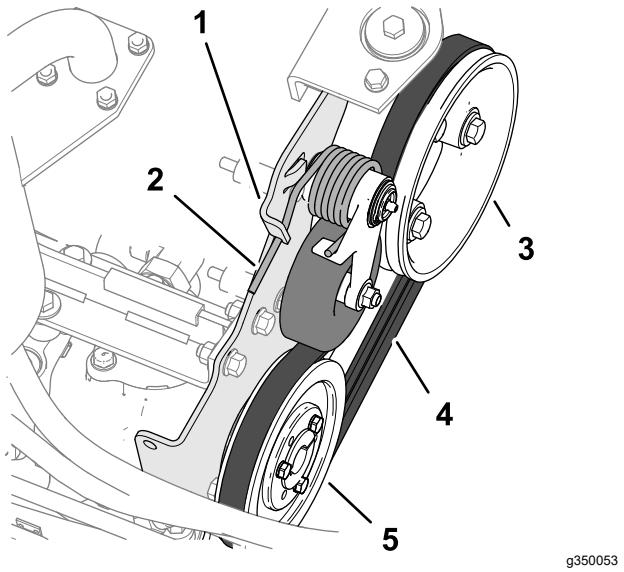

Figura 88
- Presione hacia abajo el extremo del muelle tensor de la correa y retírelo de la muesca del soporte de la bomba, y mueva el extremo del muelle hacia adelante (Figura 88).